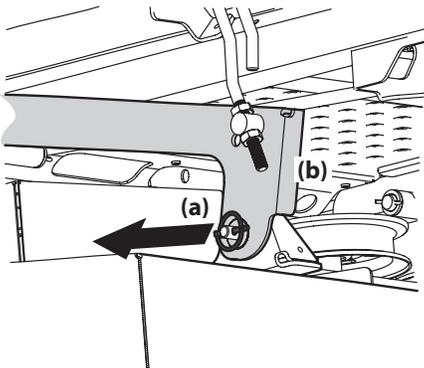

Figura 4-16
6. Ubique los pasadores de liberación (a) de la plataforma del lado izquierdo y del lado derecho que se encuentran a cada lado de la plataforma. Tire de los pasadores de liberación de la plataforma (a) hacia afuera y suelte la plataforma de los brazos de elevación (b) del lado derecho e izquierdo de la plataforma. Vea la Figura 4-16.
5. Tire de los pasadores de liberación de la plataforma hacia afuera y ubique la plataforma según sea necesario para alinear los orificios de los brazos de elevación de la plataforma con los pasadores. Consulte la Figura 4-16.